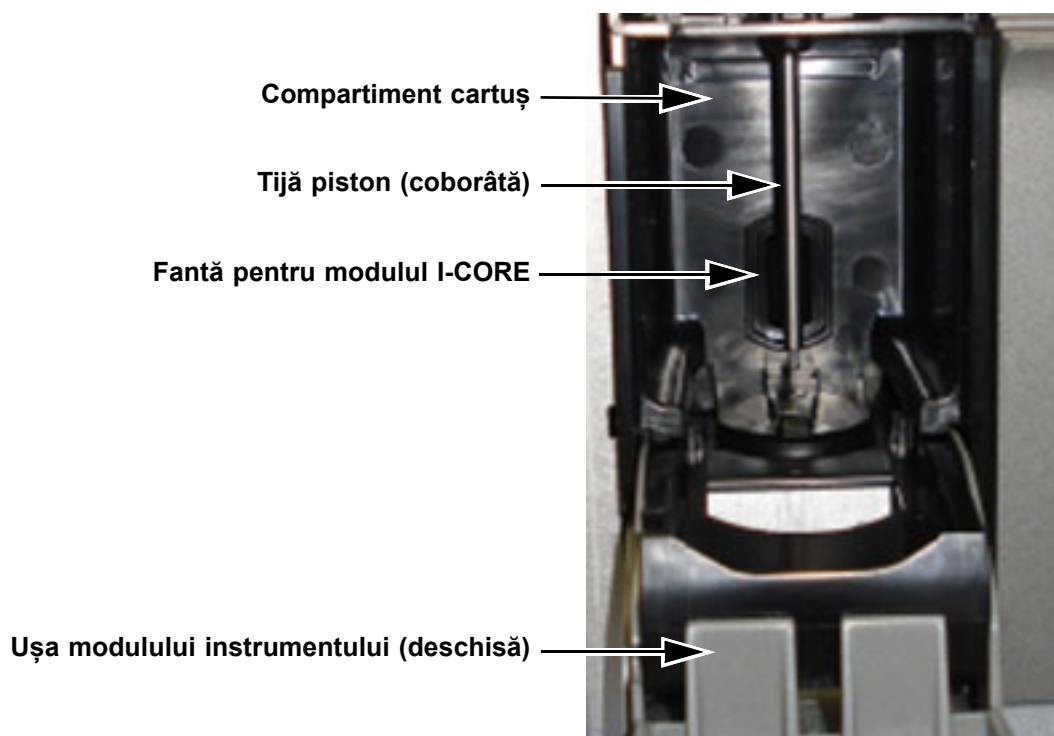

Figura 9-5. Tijă piston coborâtă în compartimentul cartușului
6. În caseta de dialog Întreținere tijă piston (Plunger Rod Maintenance), numele butonului **Curățare (Clean)** se schimbă în **Mutare în sus (Move Up)** (dacă faceți clic pe butonul **Curățare toate (Clean All)**, acesta se schimbă în **Mutare toate în sus (Move Up All)**). În instrument, tija (tije) pistonului din modulul (modulele) selectat(e) (sau toate modulele, dacă se face clic pe butonul **Curățare toate (Clean All)**) coboară în compartimentul (compartimentele) cartușului. Consultați Figura 9-5.
Aplicarea lichidelor în interiorul modulului I-CORE poate deteriora modulul. Nu atingeți fanta de pe modulul I-CORE unde este introdusă eprubeta de reacție a cartușului (consultați Figura 9-5).